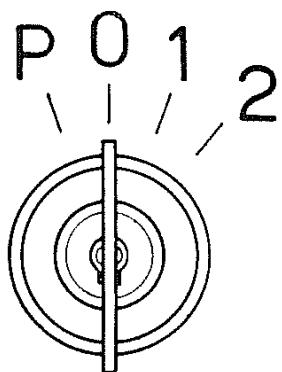

Fig. 33
- Introdurre la chiave nel quadro comando avviamento e ruotarla in posizione **1** (fig. 33).
- Nel caso che la macchina debba rimanere ferma con accese le luci di ingombro, ruotare la chiave del quadro avviamento nella posizione **P** (fig. 33).
Per facilitare l'avviamento nel periodo invernale è possibile effettuare prima dell'avviamento un supplemento a olio. L'operazione si esegue iniettando nei cilindretti **A** (fig. 33) alcune gocce d'olio, dopo di che introdurre nuovamente i due stantuffi **B** ed eseguire il normale avviamento.